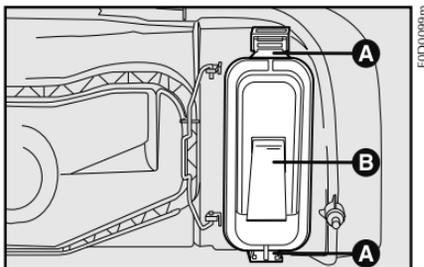

fig. 15
2) suelte los ganchos **A-fig. 15** y quite la tapa **B**;
5) después de sustituir la lámpara vuelva a montar el portalámpara y la tapa **B-fig. 15**.
- 2) suelte los ganchos **A-fig. 15** y quite la tapa **B**;
- 5) después de sustituir la lámpara, vuelva a montar el portalámparas y la tapa **B-fig. 15**.